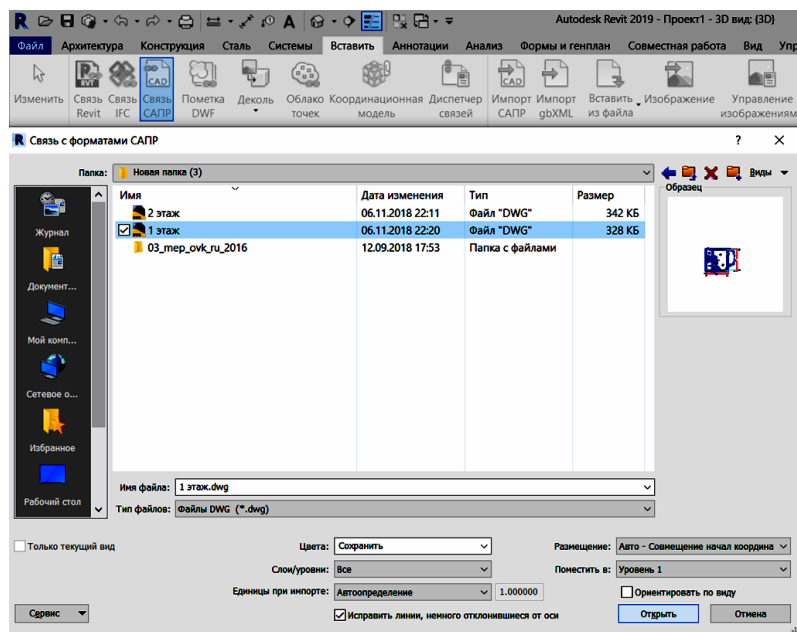

Рисунок 3.54. Подгрузка планов
1. Выберите вкладку «Вставить» ► панель «Импорт» ►  («Импорт САПР»); в появившемся диалоговом окне (рис. 3.54) выберите требуемый тип файла для параметра Тип файлов.
2. Перейдите в папку, содержащую файл для импорта, и выберите файл. В примере на рис. 3.54 это *План 1 этажа.dwg*.